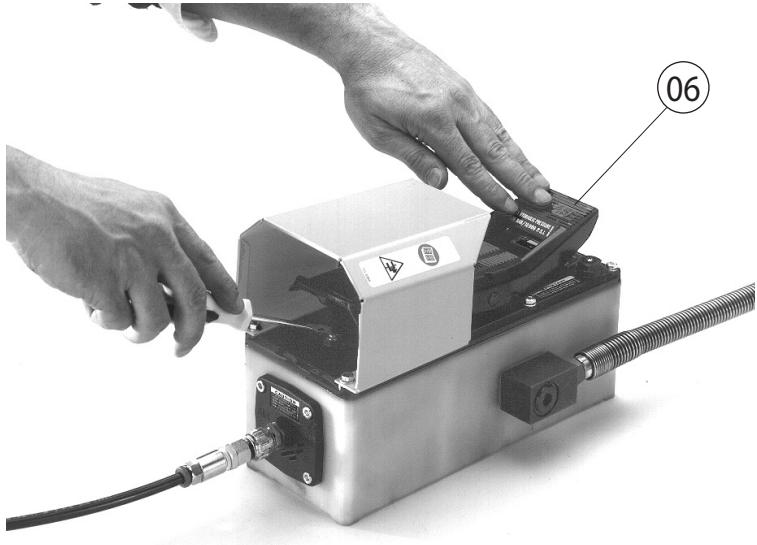

FIG. 4
- Svitare il tappo (04) e procedere al rabbocco dell'olio attraverso il foro fino a che il livello affiori alla base del foro stesso.
- Rimettere a posto il tappo (04) e serrarlo a fondo.
**6.2) Eliminazione delle bolle d'aria** (Rif. a Fig. 4)